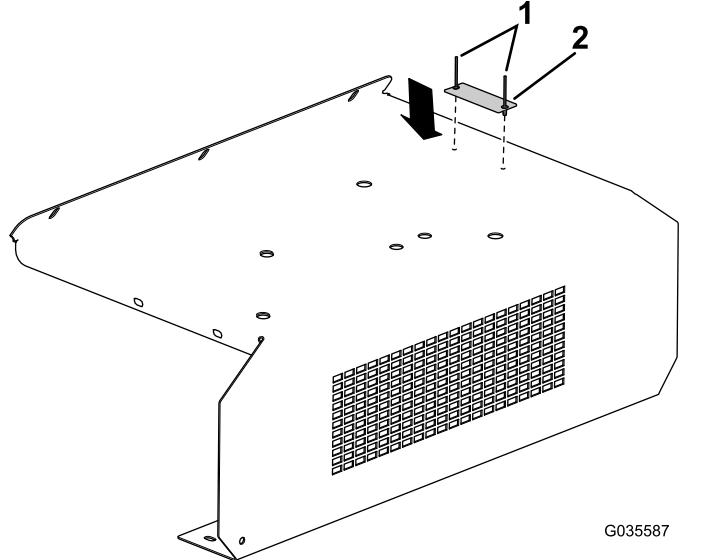

Bild 7
2. Entfernen Sie die Schrauben und Muttern, mit denen die Spülschutzvorrichtung an der Maschine befestigt ist (Bild 7).